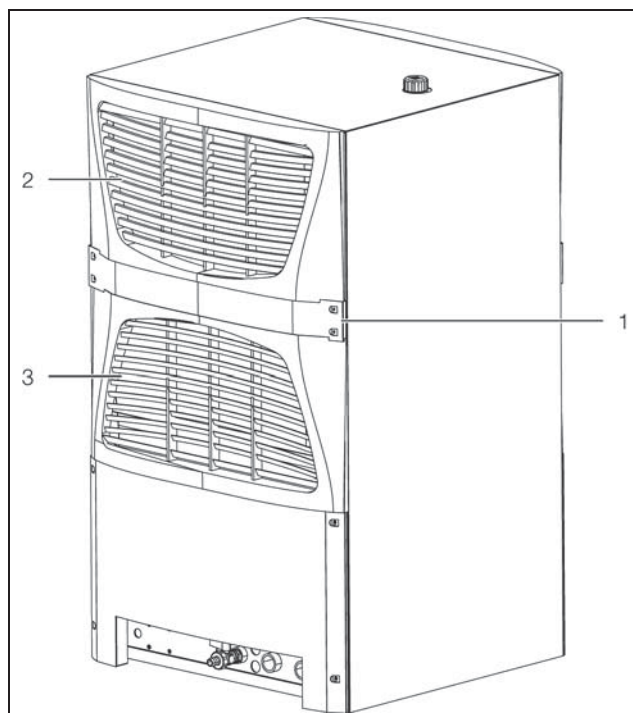

Fig. 50 : Installer la cartouche filtrante (3334.660)
- Démontez le plastron (fig. 50, pos. 1) en dévissant les vis de fixation.
- Ôter la grille à lamelles supérieure (fig. 50, pos. 2) et inférieure (fig. 50, pos. 3) sur la partie arrière du refroidisseur d'eau (entrée d'air) du carter.